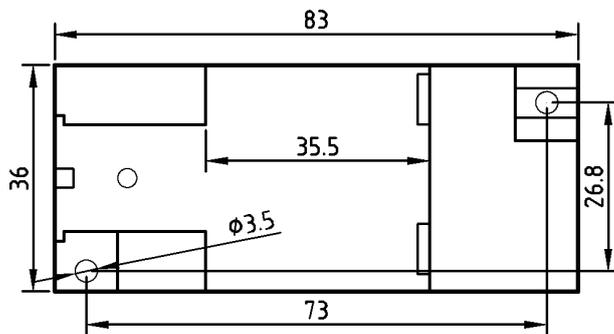

图5 安装尺寸图
产品采用 DIN35 导轨式安装或螺钉固定安装, 其安装尺寸如图5所示。
- ① 把变送器固定卡槽一侧勾在安装导轨上;
- ② 向下牵动弹簧销;
- ③ 使变送器卡口套在安装导轨上;
- ④ 松开弹簧销, 变送器卡在安装导轨上。
- ① 按图 5 所示的螺孔位置在固定板上打直径为 4mm 孔;
- ② 使用小于 $\Phi 3.5$ 的螺钉插入孔中固定。